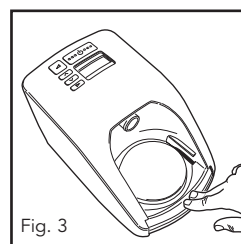

Fig. 3
- d. Pour positionner la chambre d'humidification sur l'appareil, appuyer sur la protection et y glisser la chambre. (Fig. 3 et 4).